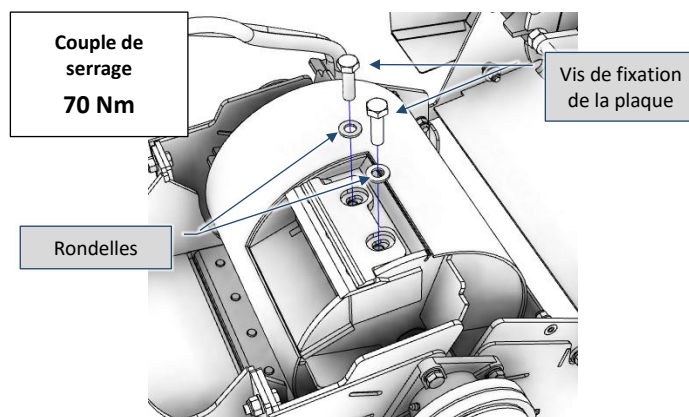

Fig. 9-27 – Démontage des vis de fixation de la plaque
- 2) À l'aide d'une clé appropriée, retirez les deux vis de fixation de la plaque de maintien de la lame ainsi que les rondelles correspondantes (Fig. 9-27);